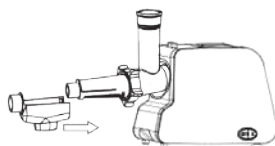

рис. 13
7.6.5 Наденьте пластиковую воронку на пластиковый конус до щелчка. (рис.13)